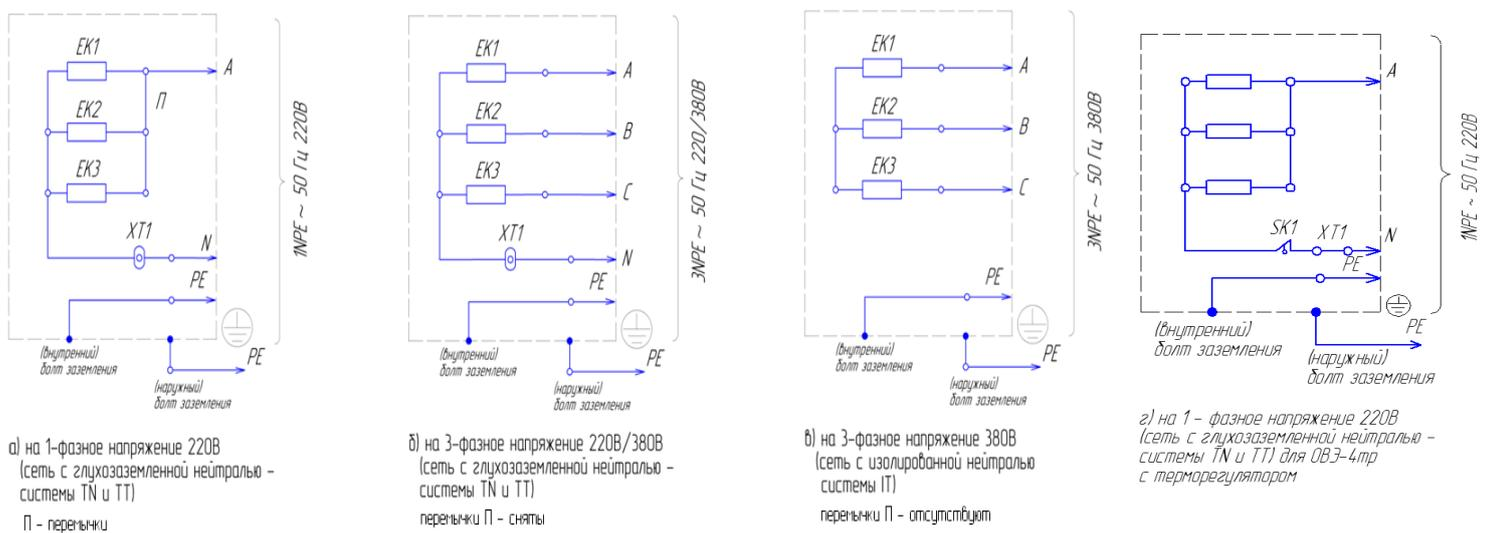

Рисунок 3 – Электрические схемы обогревателей ОВЭ-4
4.5 Электрические схемы обогревателей представлены на рис. 3
6.1.4 Устанавливать обогреватель необходимо на расстоянии 100 - 200 мм от стен и пола. Крепить обогреватель при помощи четырех болтов М8. Пример установки приведен на рис. 3.
6.1.6 Электромонтаж обогревателя для сетей с глухозаземленной нейтралью (системы TN и TT) со стороны кабельного вывода должен быть осуществлен по схеме электрической (см. рис. 3а, 3б и 3г). Нейтральный провод «звезды» нагревателей выведен на клеммную колодку, к которой в задействованную клемму должен подсоединяться нейтральный провод кабеля. Фазные провода подсоединяются к контактным резьбовым стержням нагревателей. При 1-фазном напряжении питания 220В фазный провод присоединяется к одному из нагревателей (т.к. все нагреватели соединены в параллель перемычками). При 3-фазном напряжении питания перемычки должны быть удалены. Фазные провода подсоединяются к контактным стержням нагревателей. Электромонтаж обогревателей с индексом «ИН» для сетей с изолированной нейтралью (системы IT) производится по схеме электрической рис. 2в.